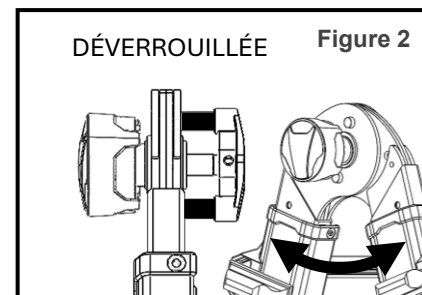

Figure 2
- Quand les charnières sont déverrouillées, vous pouvez régler l'angle de l'échelle (figure 2).
- Faites tourner les sections dans la position souhaitée (figure 2).